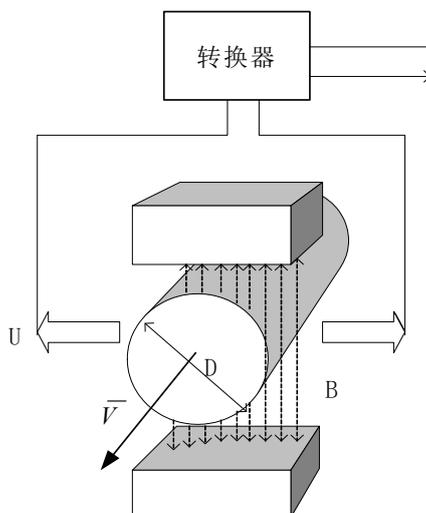

图 1.1 电磁流量计工作原理
在图 1-1 中，当导电流体以平均流速 V (m/s) 通过装有一对测量电极的一根内径为 D (m) 的绝缘管子流动时，并且该管子处于一个均匀的磁感应强度为 B (T) 的磁场中。那么，在一对电极上就